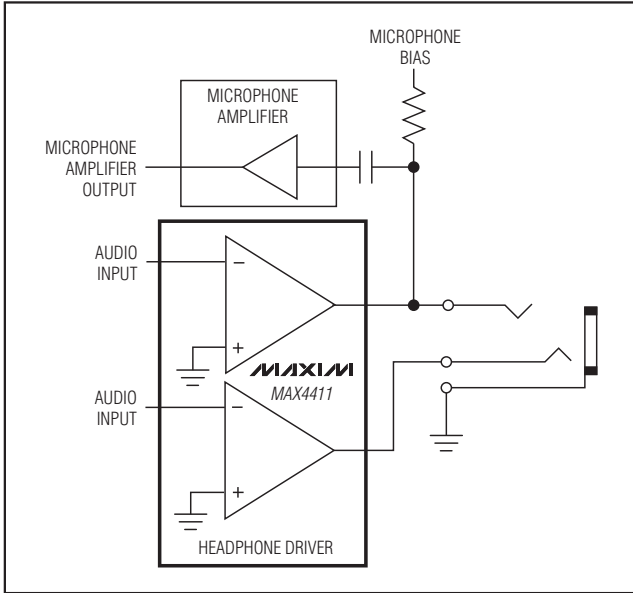

图2. Earbud扬声器/麦克风相组合的耳机配置
- 当麦克风与扬声器配合使用时，麦克风通常需要一个GND参考点。套管上的放大器直流偏置会与麦克风的要求相冲突(图2)。